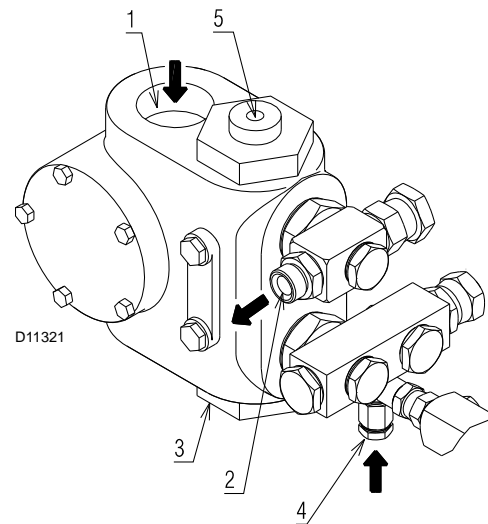

Fig. 23
- Affinché la pompa (Fig. 23) possa auto-innescarsi è indispensabile allentare la vite 4) per sfiatare l'aria contenuta nel tubo di aspirazione.
Se la pompa è stata svuotata, riempirla di combustibile dal tappo del vacuometro 3)(Fig. 23) prima di avviarla, altrimenti grippa.
Legenda (Fig. 23)